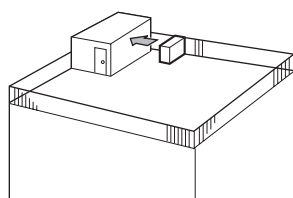

Fig. 2-2
- Positionner la sortie d'air vers le mur le plus proche et à environ 20" (500 mm) de celui-ci. (Fig. 2-2)